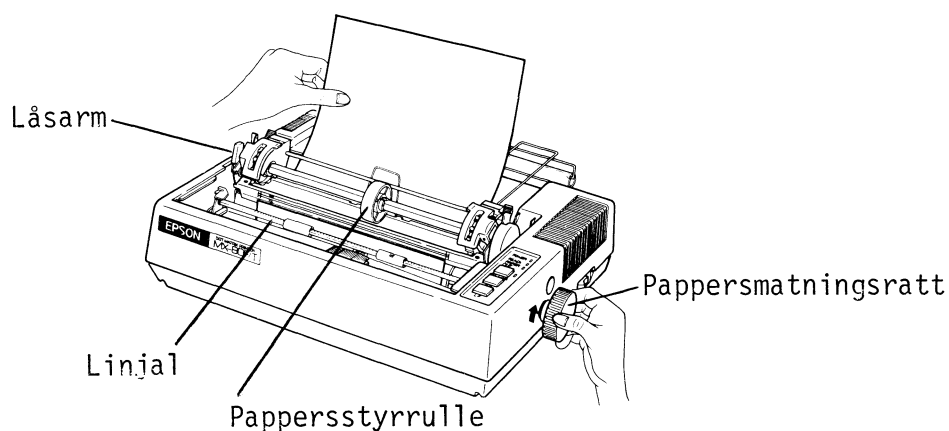

Fig 2.14 Isättning av lösa pappersark
- 2) Frigör låsarmen genom att dra den i pilens riktning. Se fig. 2.14.